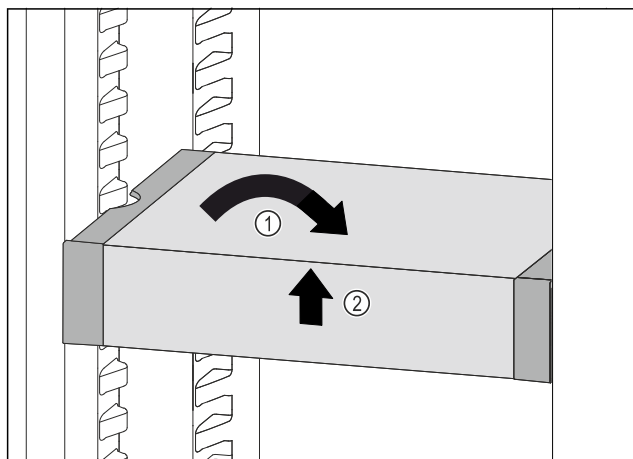

Fig. 124
- ▶ VarioSafe ustawić prosto. Fig. 124 (1)
- ▶ VarioSafe unieść z przodu. Fig. 124 (2)